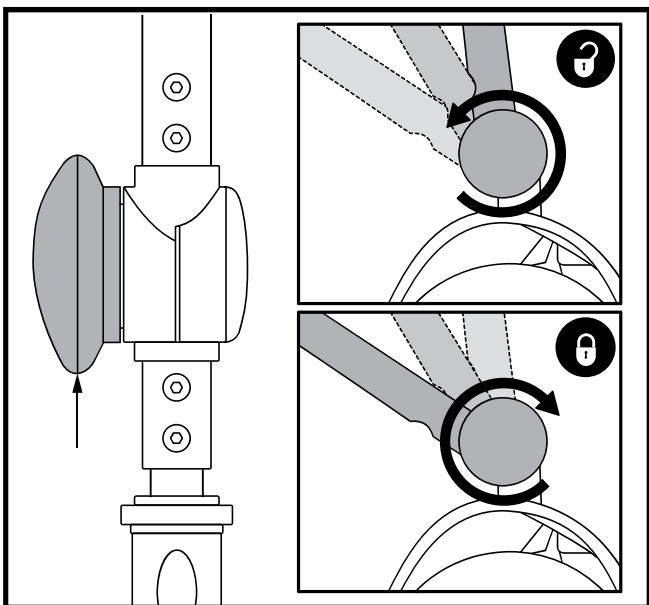

Figura 24. Regolazione manubrio
INCLINAZIONE DEL MANUBRIO (Vedere figura 24)
1. Dopo aver tolto sella e pacco batteria (vedere la procedura di smontaggio alla pagina precedente), abbassare il manubrio e stringere la manopola di regolazione del manubrio. **Vedere figura 24.**